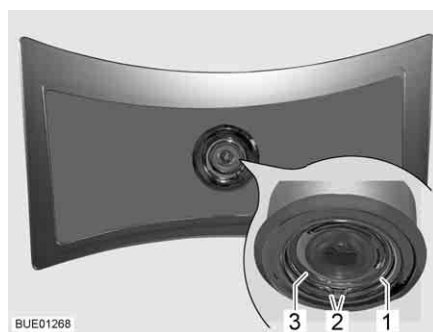

Bild 220 Taklampa
- Tryck samman fjäderringen (Bild 220,1) i båda ändarna (Bild 220,2) och ta bort den.
- Ta ut höljet (Bild 220,3) med lysdioderna ur lampan.